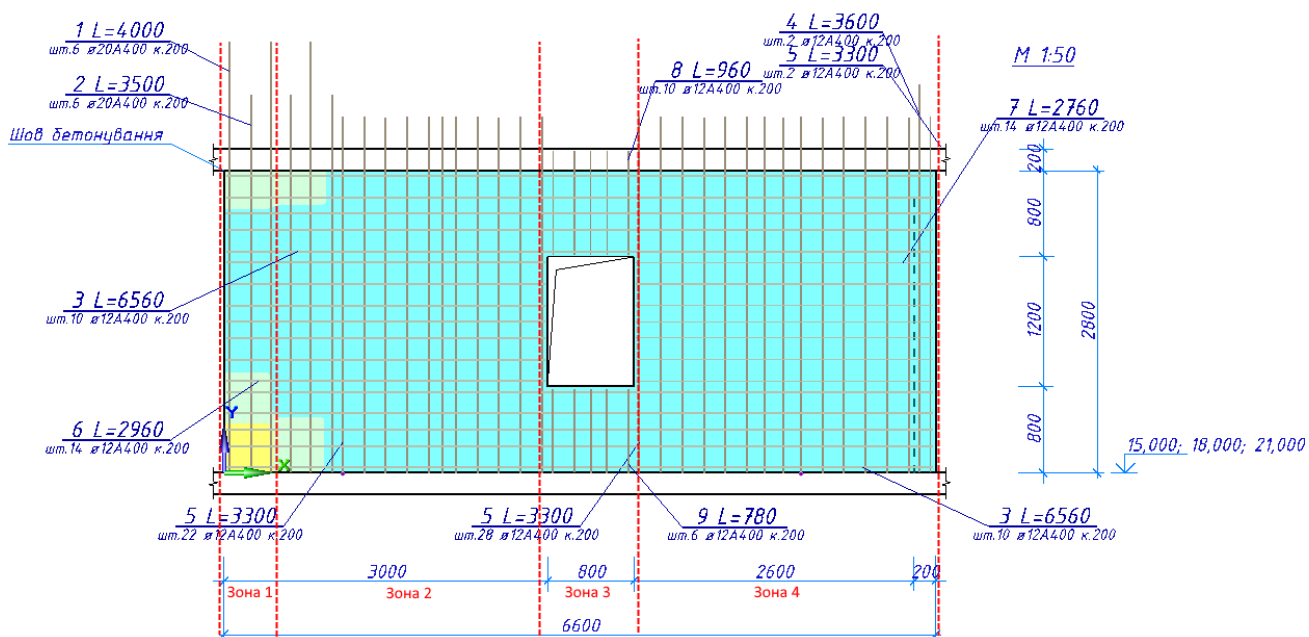

Рис. 24.15. Розташування зон армування
- Розмістіть границю зони в місці, де знизу закінчується ізополе жовтого кольору, що відповідає значенню на шкалі  $\varnothing 20$  ш.100 (рис. 24.15 Зона 1).
- Натисніть клавішу **Enter** на клавіатурі, щоб підтвердити введення координати (введенням координат з клавіатури ми змоделювали відступ між зонами, що дорівнює основному кроку стержнів 200мм) (рис. 24.15, зона 2).